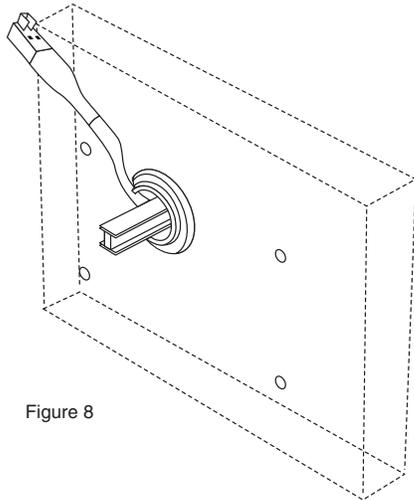

Figure 8
2. Installez le dispositif d'entrée conformément aux instructions de LA GARD (P/N 762.128). La tige doit sortir de 0,350" (9 mm) par rapport à la surface de montage (figure 8).